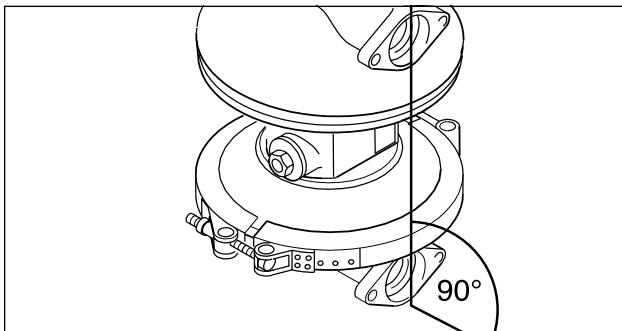
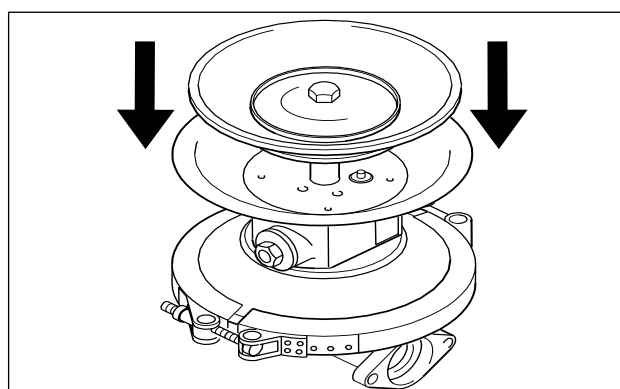

Fig. 7: Alinhamento das câmaras da bomba
Fig. 15: Montagem da segunda câmara da bomba
- Montagem da câmara da bomba: Montagem da membrana, fixação através do aparafusamento da placa de membrana externa, segundo o capítulo “Binários de aperto” seção 11. As câmaras da bomba devem ser montadas com a membrana na posição de aspiração (pressionar a placa de membrana para dentro da câmara de ar) (Fig. 15). Aparafusar a cinta de fixação ou o flange de montagem. Montar a segunda membrana analogamente. As superfícies flangeadas da carcaça da bomba devem estar alinhadas (Fig. 7).